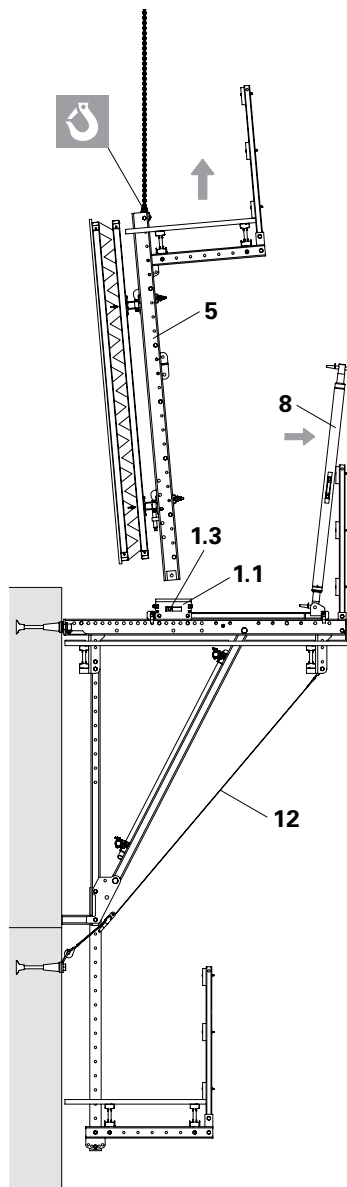

Fig. A6.01
2. Agganciare l'imbracatura di sospensione ai correnti verticali (5).
4. Rimuovere il perno Ø 26 dal puntone (8), appoggiare il puntone al parapetto e assicurarlo affinché non cada.
- (Fig. A6.01)